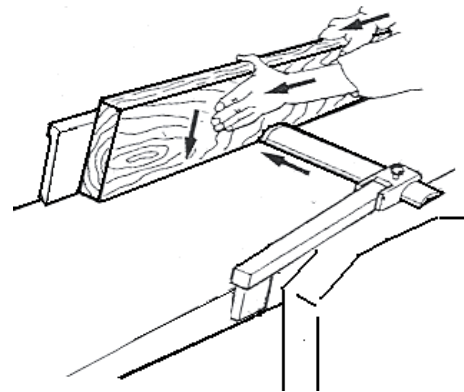

Рис. 12
- Налаштувати огорожу ріжучого блоку на ширину оброблюваної деталі (Рис. 12).